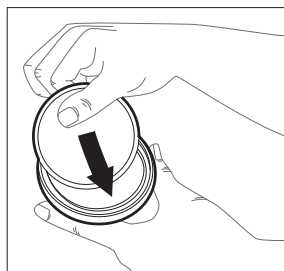

Figure 1
- a. Placez chaque filtre dans le couvercle du filtre, en prêtant attention aux instructions sur le filtre « ce côté vers le visage » ou « ce côté à l'opposé du visage ». (Figure 1).
- b. Placez chaque filtre dans le couvercle du filtre (P/N N750027), en faisant attention aux instructions sur le filtre "Ce côté vers le visage" ou "Ce côté vers l'extérieur". (Figure 1).